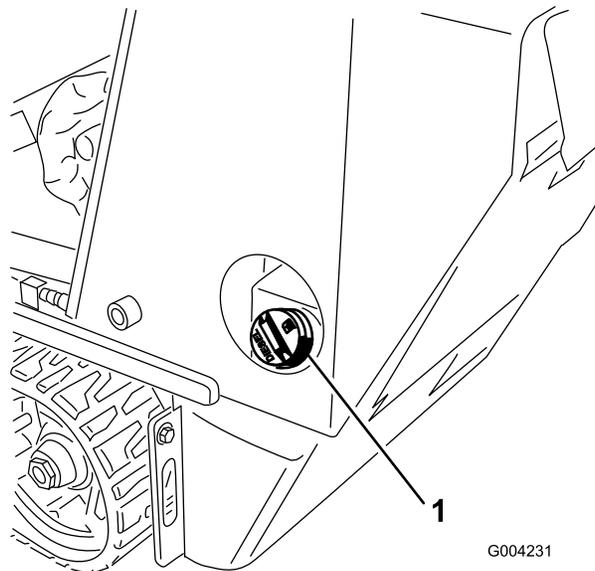

図 13
3. 燃料キャップの周囲をきれいに拭いてキャップを外す 図 13。